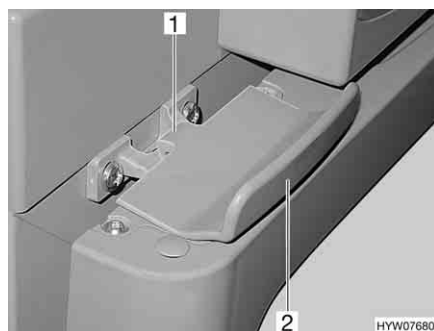

Fig. 195 Bloccaggio della porta del frigorifero, chiuso (Thetford)
- Aprire la porta del frigorifero tirando la maniglia (Fig. 195,2). Il bloccaggio (Fig. 195,1) si sblocca automaticamente.